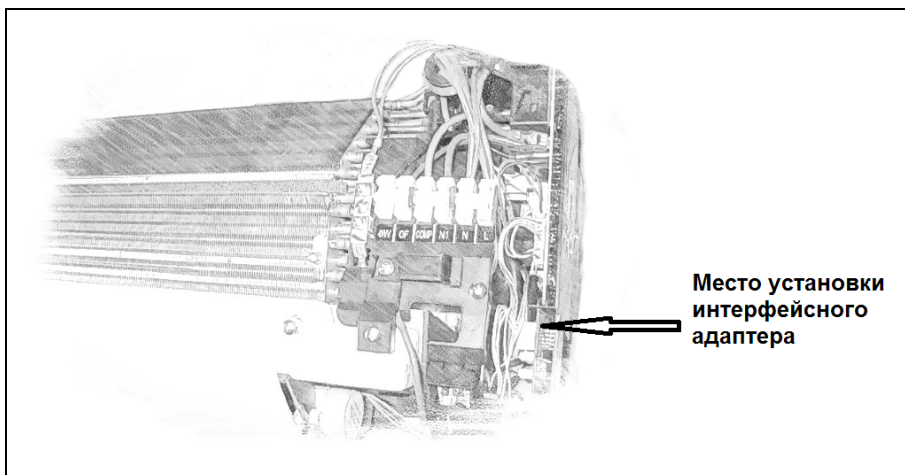

Рисунок 1
4. Установите плату управления внутреннего блока на штатное место (восстановить ранее отключенные разъёмы вентилятора, датчиков температуры) при этом расположите интерфейсный адаптер вертикально в правой части пластикового отсека ниже платы управления (смотрите рисунок 1).